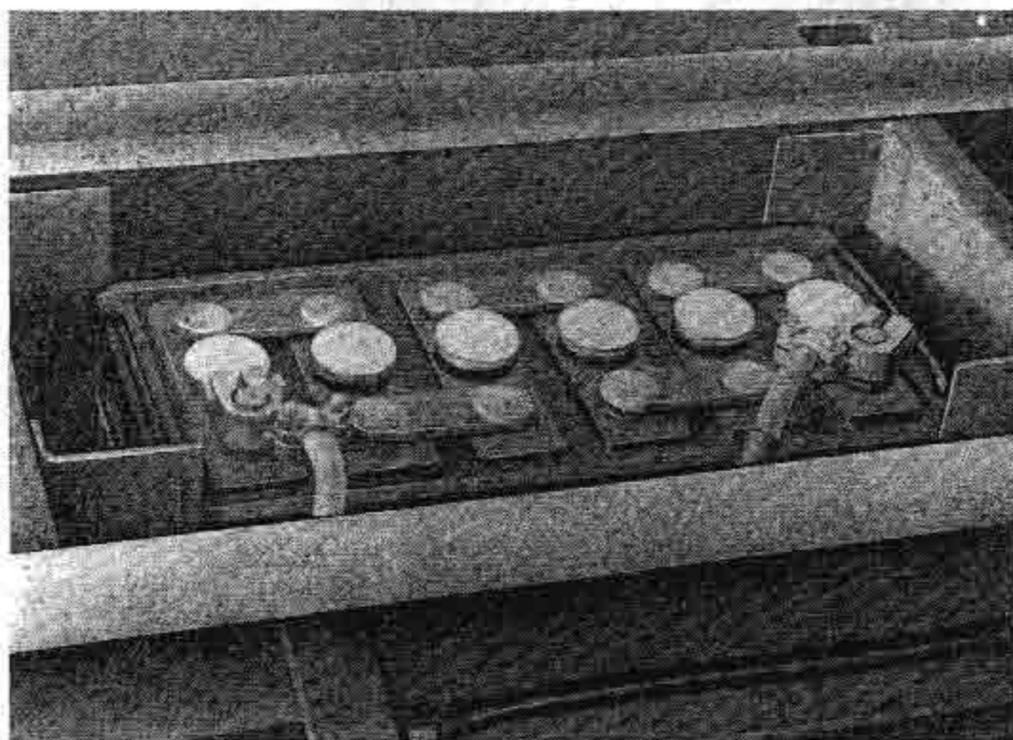

Bild 11. Batterie
3.2.5. Batterie oder Sammler (Bild 11)